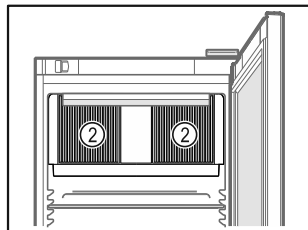

Fig. 72
- ❑ Διατηρείτε ελεύθερες τις σχισμές αερισμού Fig. 72 (2) του ανεμιστήρα στο εσωτερικό.